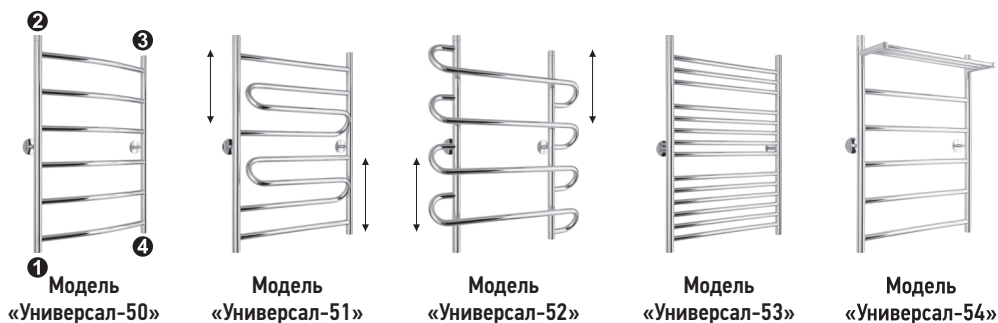

Рис. 1
3.1. Схема стандартного подключения к системе ГВС или отопления (рис. 1). Подключение осуществляется по схеме: 1-4; 1-3; 2-4; 2-1; 3-4.